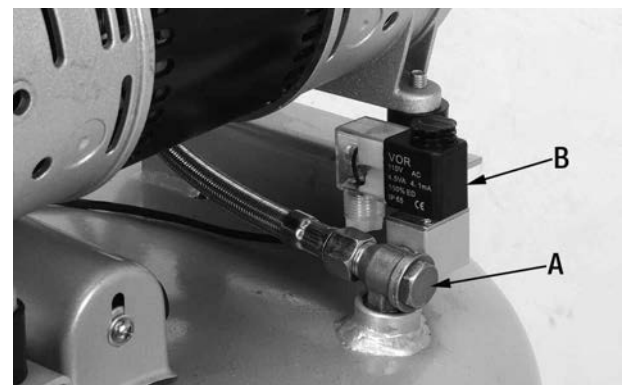

FIGURE 6
SOUPAPE D'ARRÊT (A) FIG.6 : Lorsque le compresseur est en marche, la soupape d'arrêt est "ouverte" et l'air comprimé peut ainsi entrer dans le réservoir d'air. Lorsque le compresseur atteint la pression de "déclenchement", la soupape d'arrêt "se ferme", et la pression d'air peut ainsi demeurer à l'intérieur du réservoir.
SOUPAPE DE DECHARGEMENT ÉLECTROMAGNÉTISME (B) FIG.6.